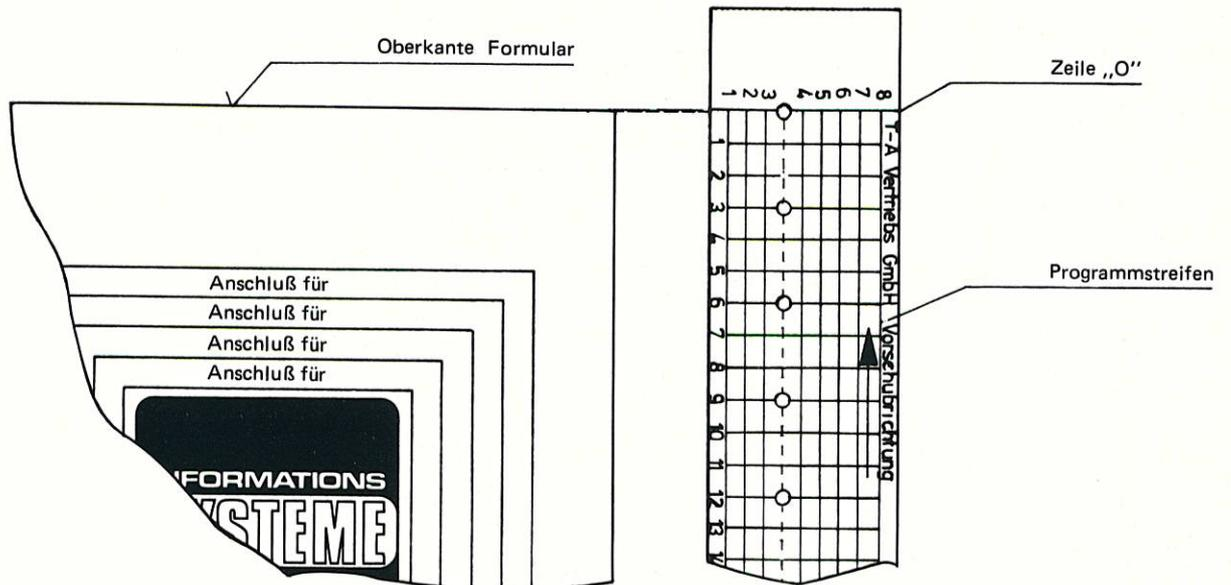

Abb. 12 Abstimmen des Formulars mit dem Steuerstreifen
- Programmstreifen aus Papier so neben das Formular legen, daß das erste umdruckte Transportloch in Zeile "0" sich in Höhe Formularoberkante befindet. (Abb. 12).